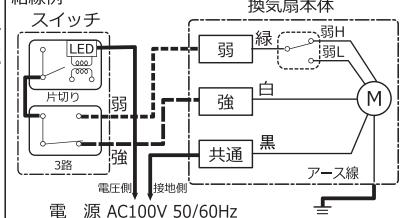

図5-1
①排気側・吸込側を間違えないよう本体のスライド部をダクト接続口の両端に合わせ本体を木枠に差し込んでダクト接続口の引掛部に当たるまで本体を押し上げてください。(図 5-1)